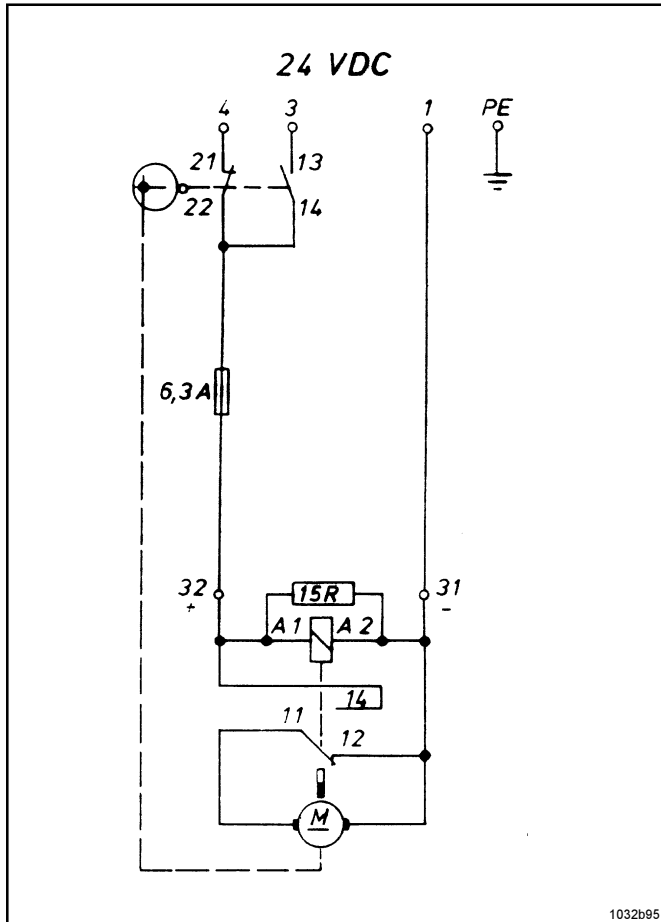

Fig. 6: schéma des connexions version 24 V c.c.
- Effectuer le raccordement électrique suivant la fig. 6.